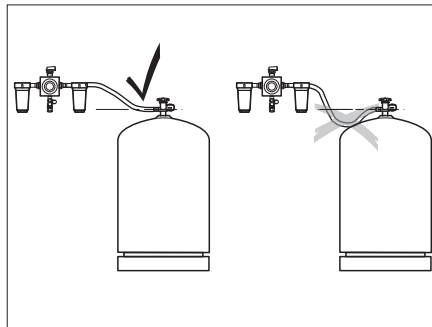

Fig. 85 Pose des flexibles de gaz
- ▶ Lors de la pose des flexibles de gaz, veiller à ce que les flexibles soient en montée continue (Fig. 85)!